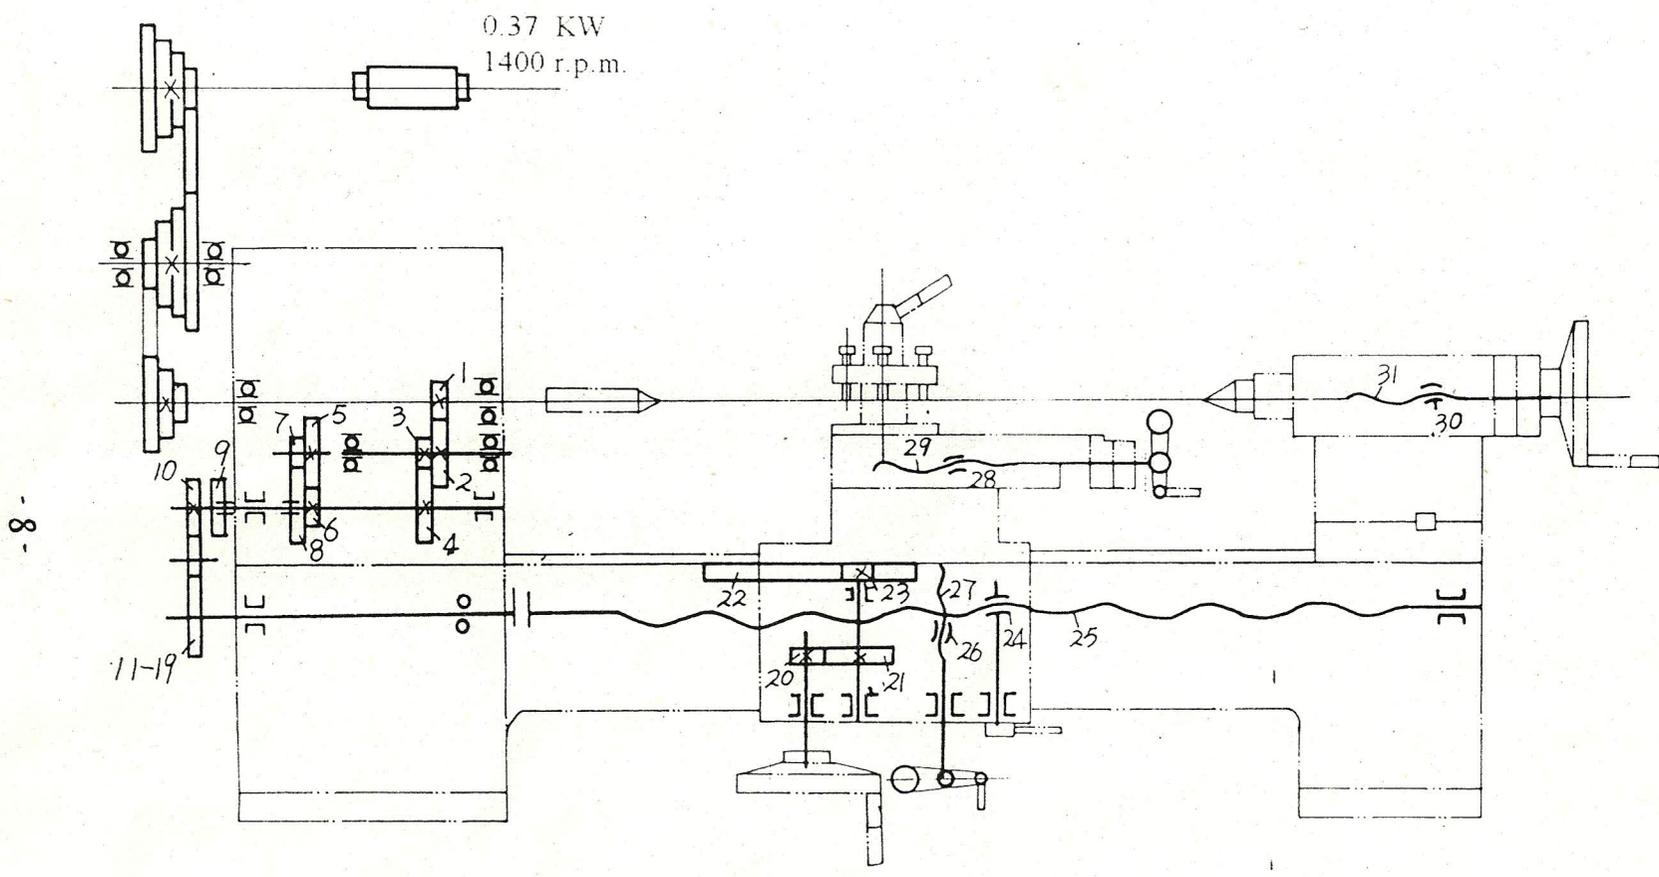

Fig. 2: Schéma de la transmission
## Système de transmission (Fig. 2)
## VIS ET ECROU DE L'ENGRENAGE (FIG. 2)
Tournez la poignée (1) et ouvrez le couvercle. Sélectionnez la position des sourroies des différentes poulies (motrice, de renvoi, entraînée) selon le tableau des vitesses (Fig. 2), afin d'obtenir la vitesse désirée.